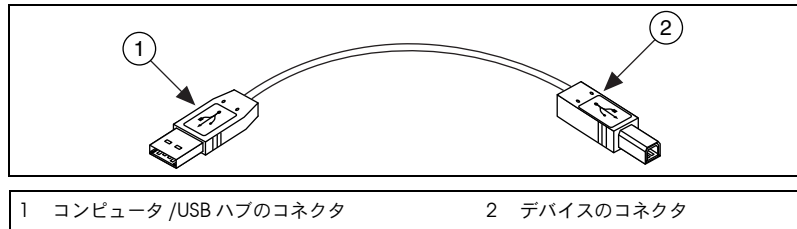

図 5 USB ケーブルおよびコネクタ
2. コンピュータの USB または IEEE 1394 ポート、その他のハブ、IEEE 1394 デバイス上の使用可能な USB または IEEE 1394 ポートにケーブルを接続します。図 5 は USB ケーブルとそのコネクタを示します。